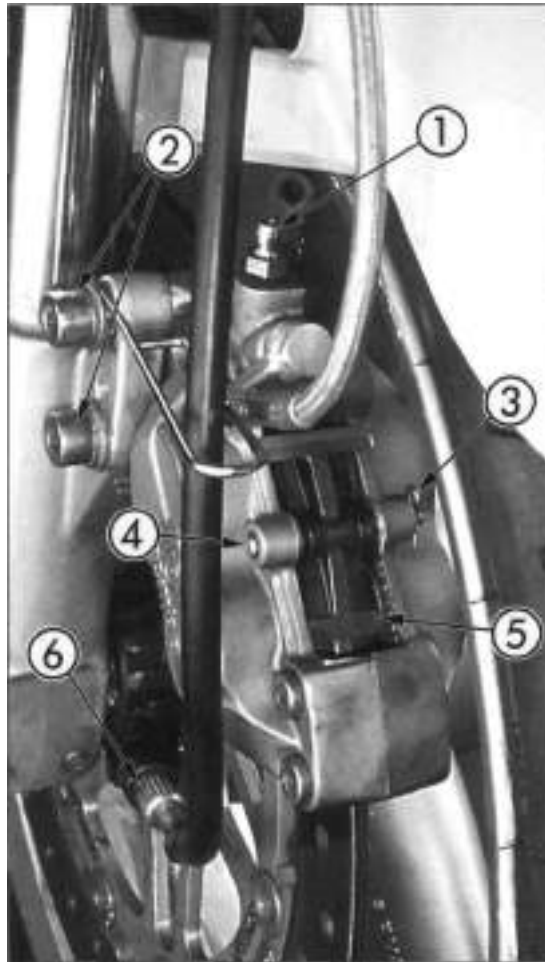
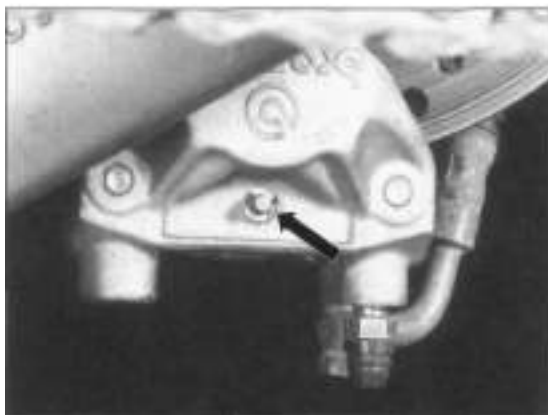

Bild 45
Bild 50
- **CAUTION** Belagstärke der vorderen Scheibenbremse durch Sichtprüfung von oben in Belagschacht schätzen (Bild 45; hinten einpeilen wie in Bild 49 gezeigt). Klötze austauschen, wenn sich Belagstärke der Verschleissanzeige (Mittelnut im Belag) nähert (Mindestbelagstärke 1,5 mm). Auf jeden Fall zu früh als zu spät (mit zerschrappter Brems Scheibe) wechseln!
- Zum Austausch der Bremsbeläge vorn Federsplint **⊗** Bild 45, hinten Sicherungsring (Bild 50) ausfedern und Belagstift mit Zange herausziehen bzw. vorn mit passendem Durchschlag von innen nach aussen herausschlagen. Klötze mit Drahtöse o. ä. herausziehen.